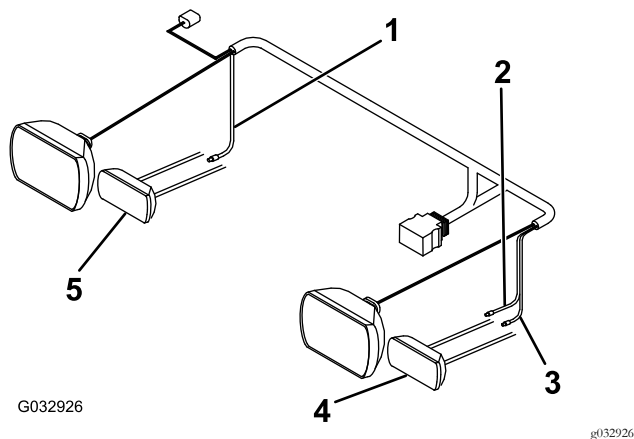

Bild 15
5. Schließen Sie das rosa Kabel vom langen Kabelbaum mit einer Spleißverbindung am rechten Blinker an (Bild 15).
6. Schließen Sie das lila Kabel vom langen Kabelbaum mit einer Spleißverbindung am linken Blinker an (Bild 15).
7. Schließen Sie das gelbe Kabel vom langen Kabelbaum mit einer Spleißverbindung am linken Parklicht an (Bild 15).